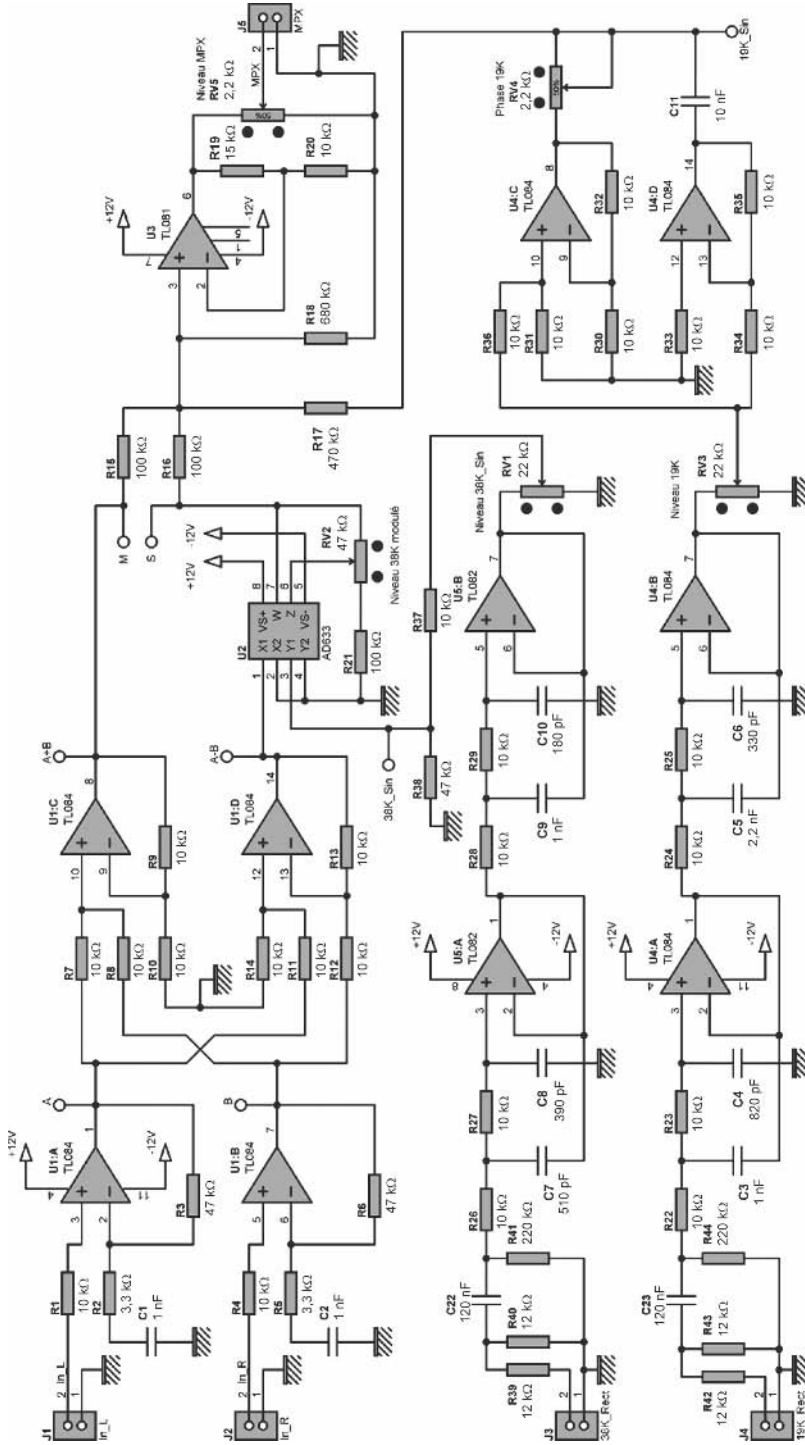

Figure 3.11
**Tentatoo** – Rassurez-vous, je vous proposerai plus tard un schéma tout cuit et directement exploitable. Mais pour le moment, bavardons un peu sur la modulation d'amplitude à porteuse supprimée, qui est la méthode que nous allons employer pour notre codeur stéréo, dont je vous soumetts dès maintenant le schéma (figure 3.11).